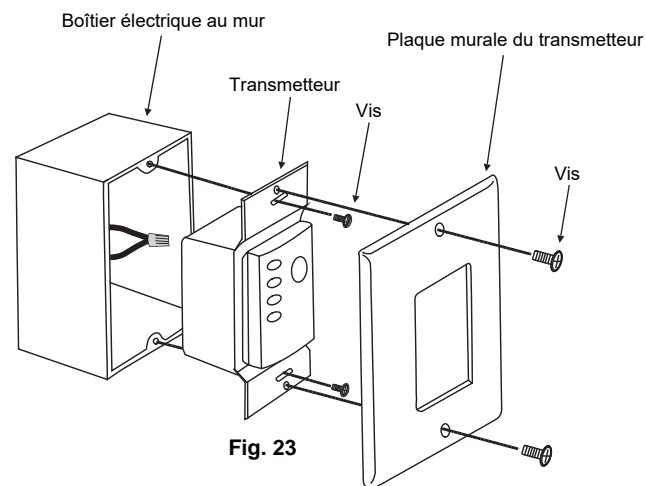

Fig. 23
**Étape 2.** Utiliser les vis fournies pour installer le transmetteur dans le boîtier électrique mural (**Fig. 23**).
**Étape 3.** Utiliser les vis fournies pour installer la plaque du transmetteur mural (**Fig. 23**).